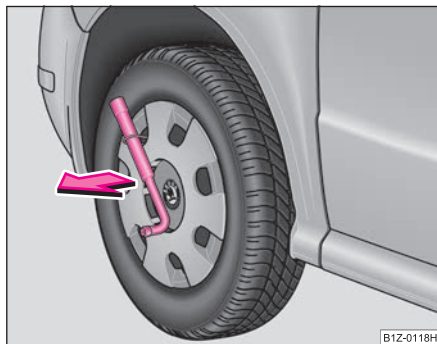

Fig. 206 Demontarea capacului de roată
- Introduceți cheia de roată prin mâner, sprijiniți cheia de roată și trageți capacul ⇒ fig. 206.